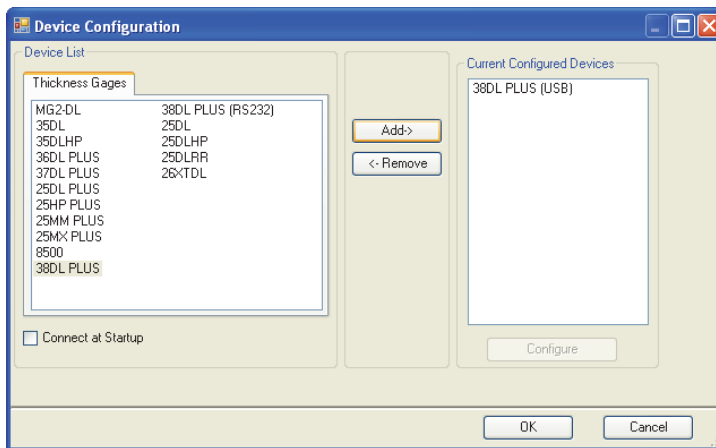

Figura 14-10 Cuadro de diálogo Device Configuration
- b) En el cuadro de diálogo **Device Configuration** (ver Figura 14-10 en la página 298):
- (1) En la opción **Device List**, seleccione el 39DL PLUS y, después, haga clic en el botón **Add**.